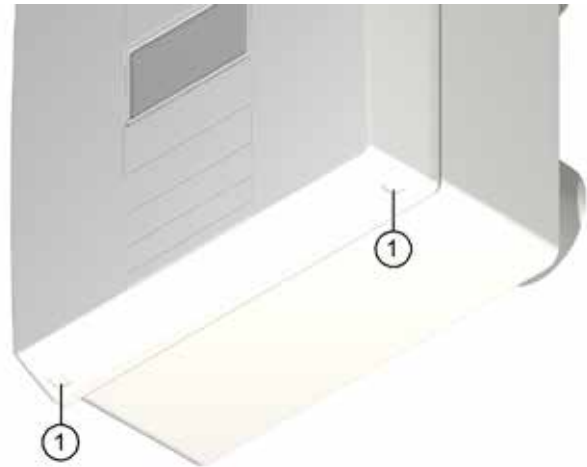

Abb. 13: Deckel vom Lüftungsgerät abnehmen
- ▶ Drücken Sie mit beiden Daumen auf die beiden Rasthaken (Pos. 1 in Abb. 13) an der Unterseite des Lüftungsgeräts. Der Deckel löst sich.